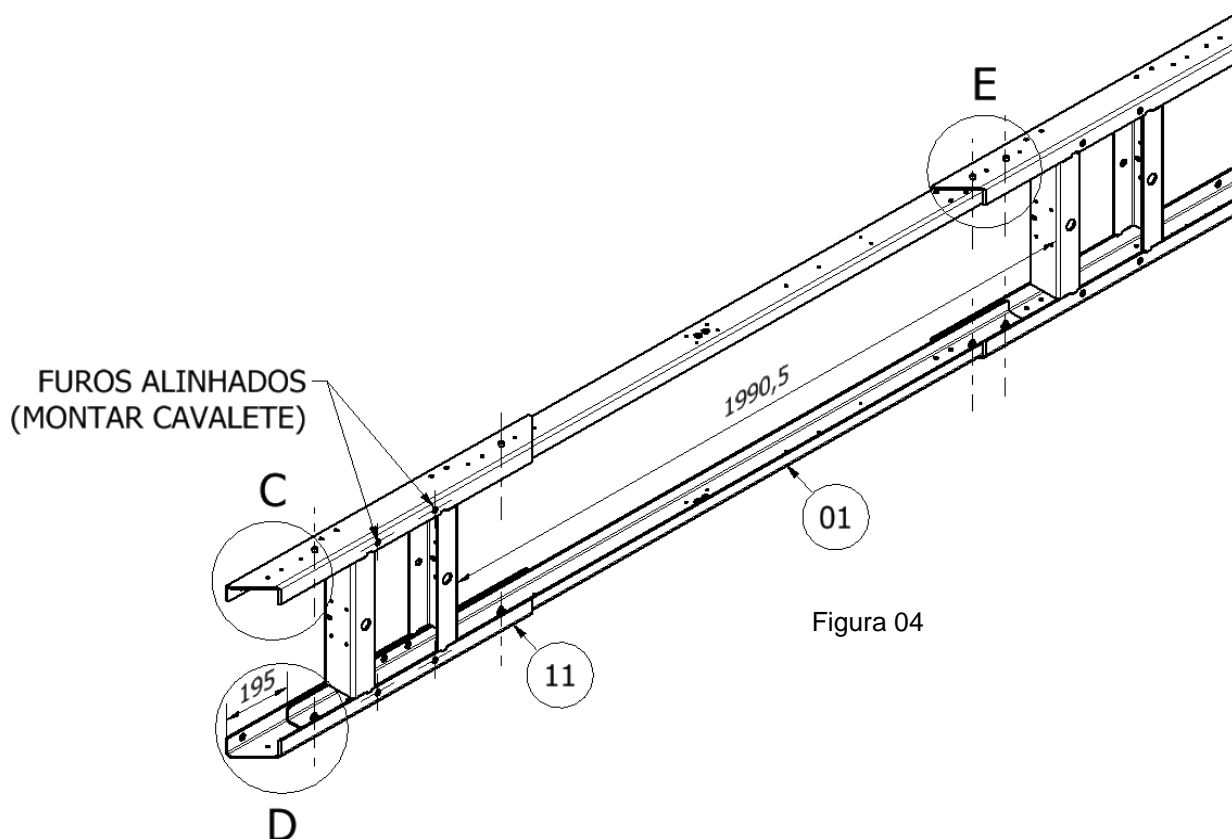

Figura 04
- 3) Encaixar travessa lateral (pos.01) na base (pos.11) e ajustar a dimensão central entre as bases para **1990,5 mm**, em seguida posicionar travessa (pos.01) na distância de **195 mm** em relação a base **frontal** (pos.11) para a **SAR-3500 PLUS** conforme (Figura-04 e 05).